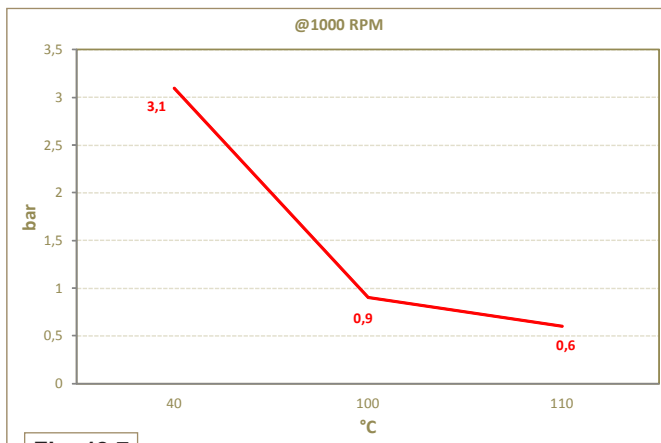

Fig. 12.7
- 3 - Den Motor im Leerlauf und ohne Belastung anlassen und den Wert des Öldrucks anhand der Öltemperatur prüfen (Fig. 12.7).
**ANMERKUNG:** Die Grafik in **Fig. 12.7** zeigt den Verlauf der Drucklinie bei einer Drehzahl von 1000 rpm.
- 4 - Wenn die Druckwerte kleiner sind als in **Fig. 12.7** angegeben, muss die Ursache des Problems herausgefunden werden.